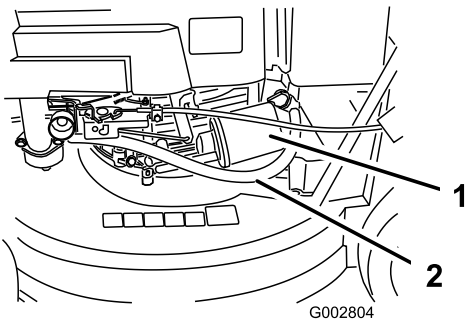

Figura 25
5. Coloque un trapo debajo del filtro de aceite para recoger cualquier aceite que se salga mientras retira el filtro (Figura 25).